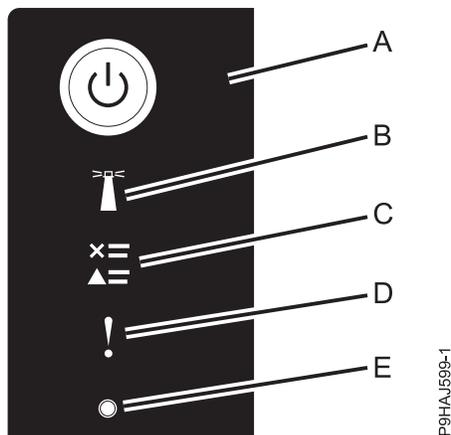

Figure 12. Voyants du panneau de commande
- Le voyant d'alimentation (A) clignote, comme indiqué dans la figure suivante.
3. Appuyez sur le bouton de mise sous tension (A) du panneau de commande, comme indiqué dans la figure 12, à la page 24.